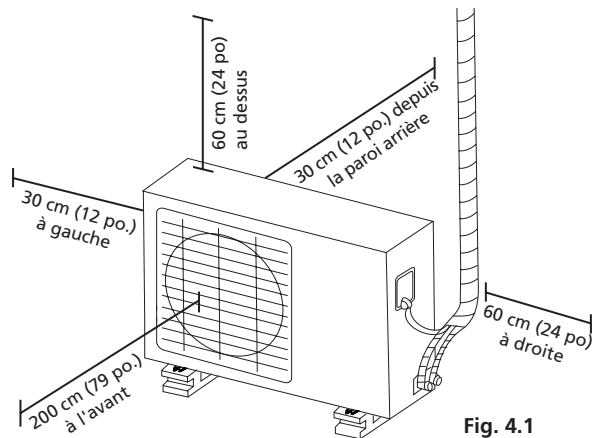

Fig. 4.1
- ☑ Ils respectent toutes les exigences d'espace illustrées dans Exigences pour l'espace d'installation (**Fig. 4.1**) ;